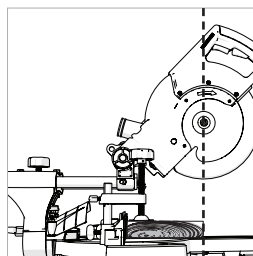

Fig. 27
- Agarre la empuñadura y tire del cabezal de corte hacia delante hasta que el eje (centro del disco) quede situado sobre el borde delantero de la pieza. **(Fig. 27)**